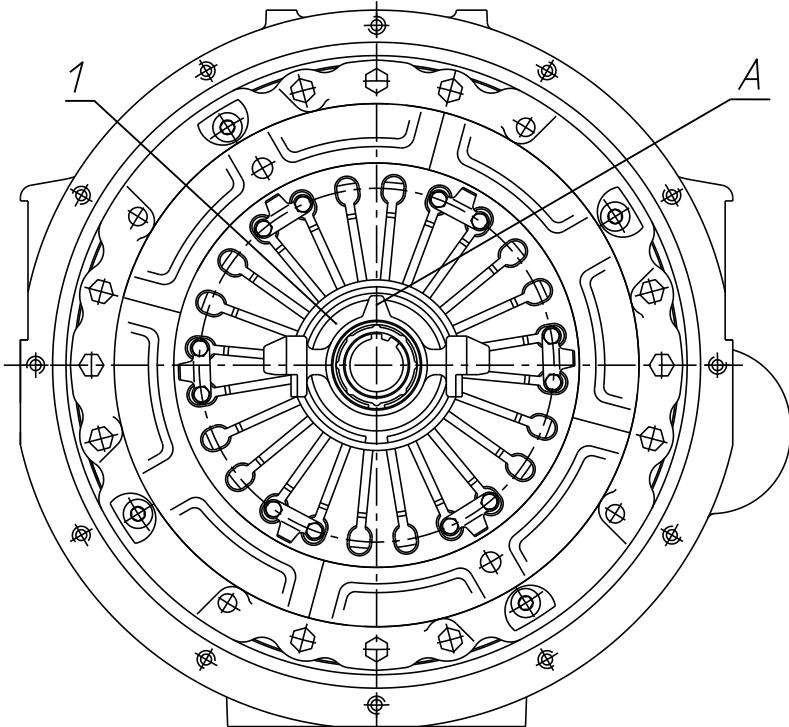

Рис. 154. Положение муфты выключения сцепления
5. С помощью специальной оправки, установленной на центрирующую оправку ведомого диска, сцентрировать муфту выключения сцепления 1 и развернуть её, как показано на рис. 154 (положение выступа А). Допускается угловое отклонение установки выступа А не более 10°.